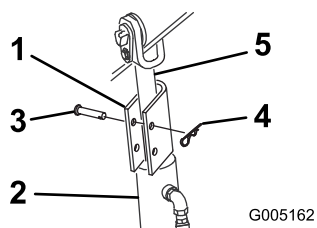

Figure 11
- Posez un dispositif de verrouillage sur chaque tige de vérin (Figure 11).
- Fixez chaque dispositif à l'aide d'un axe de chape et d'une goupille fendue (Figure 11).